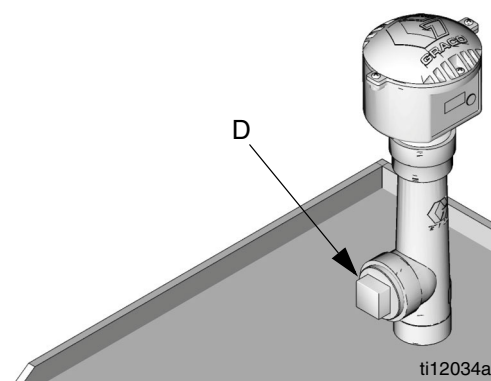

FIG. 7
La porta (D) non deve essere usata come foro di riempimento per le forniture di olio. Vedere FIG. 7.